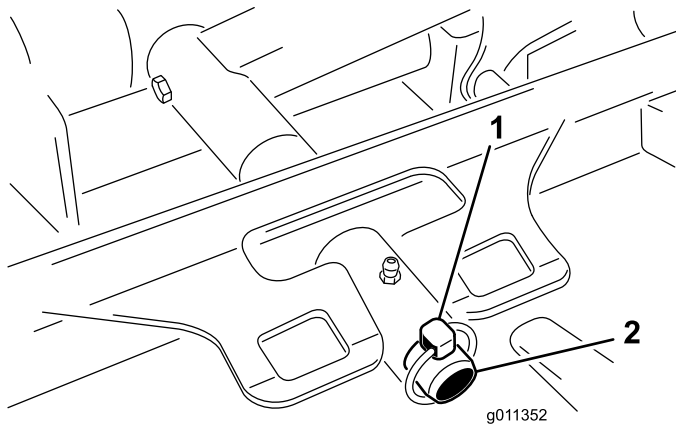

Figura 65
3. Retire el pasador de seguridad que sujeta el bastidor de tiro de la carcasa a la barra de giro del brazo de elevación (Figura 65).
3. Deslice el bastidor de tiro de la carcasa sobre el pasador de giro del brazo de elevación. Sujete el conjunto con el pasador de seguridad (Figura 65).